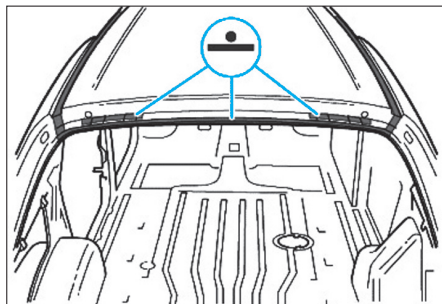

FIG. 43
- Centrer le pavillon dans les orifices de montage des barres de toit (Fig.43).